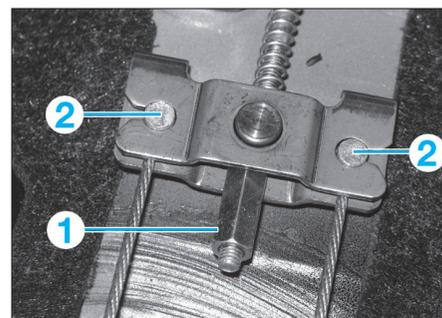

FIG. 29
- Desserrer la vis de réglage (1), puis décrocher les câbles (2) du palonnier (Fig.29).